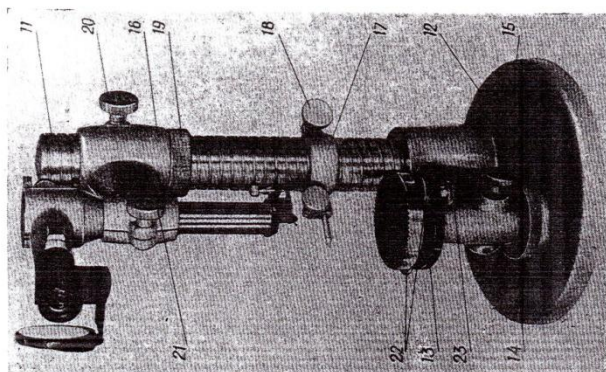
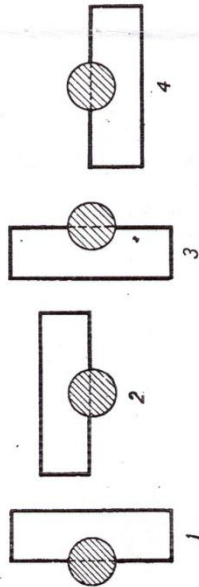

Рис. 6
Рис. 9
поворота винтов 22 (рис. 6), с помощью которых производится выравнивание столика.
Если столик имеет большой наклон по отношению к наконечнику, что можно обнаружить с помощью лупы, то винтами 22 (рис. 6) следует установить его приблизительно параллельно поверхности наконечника. После этого плитку последовательно устанавливают относительно наконечника в положения 1, 2, 3 и 4, схематически изображенные на рис. 9.
**Штаив.** Штаив состоит из следующих частей: стальной колонки 11 (рис. 6), запрессованной в основание 12, стола 13 с гайкой 14 подъемного микрометрического механизма и зажимным винтом 15, кронштейна 16, держателя 17 для упорных штифтов, закрепляемого на колонке винтом 18.